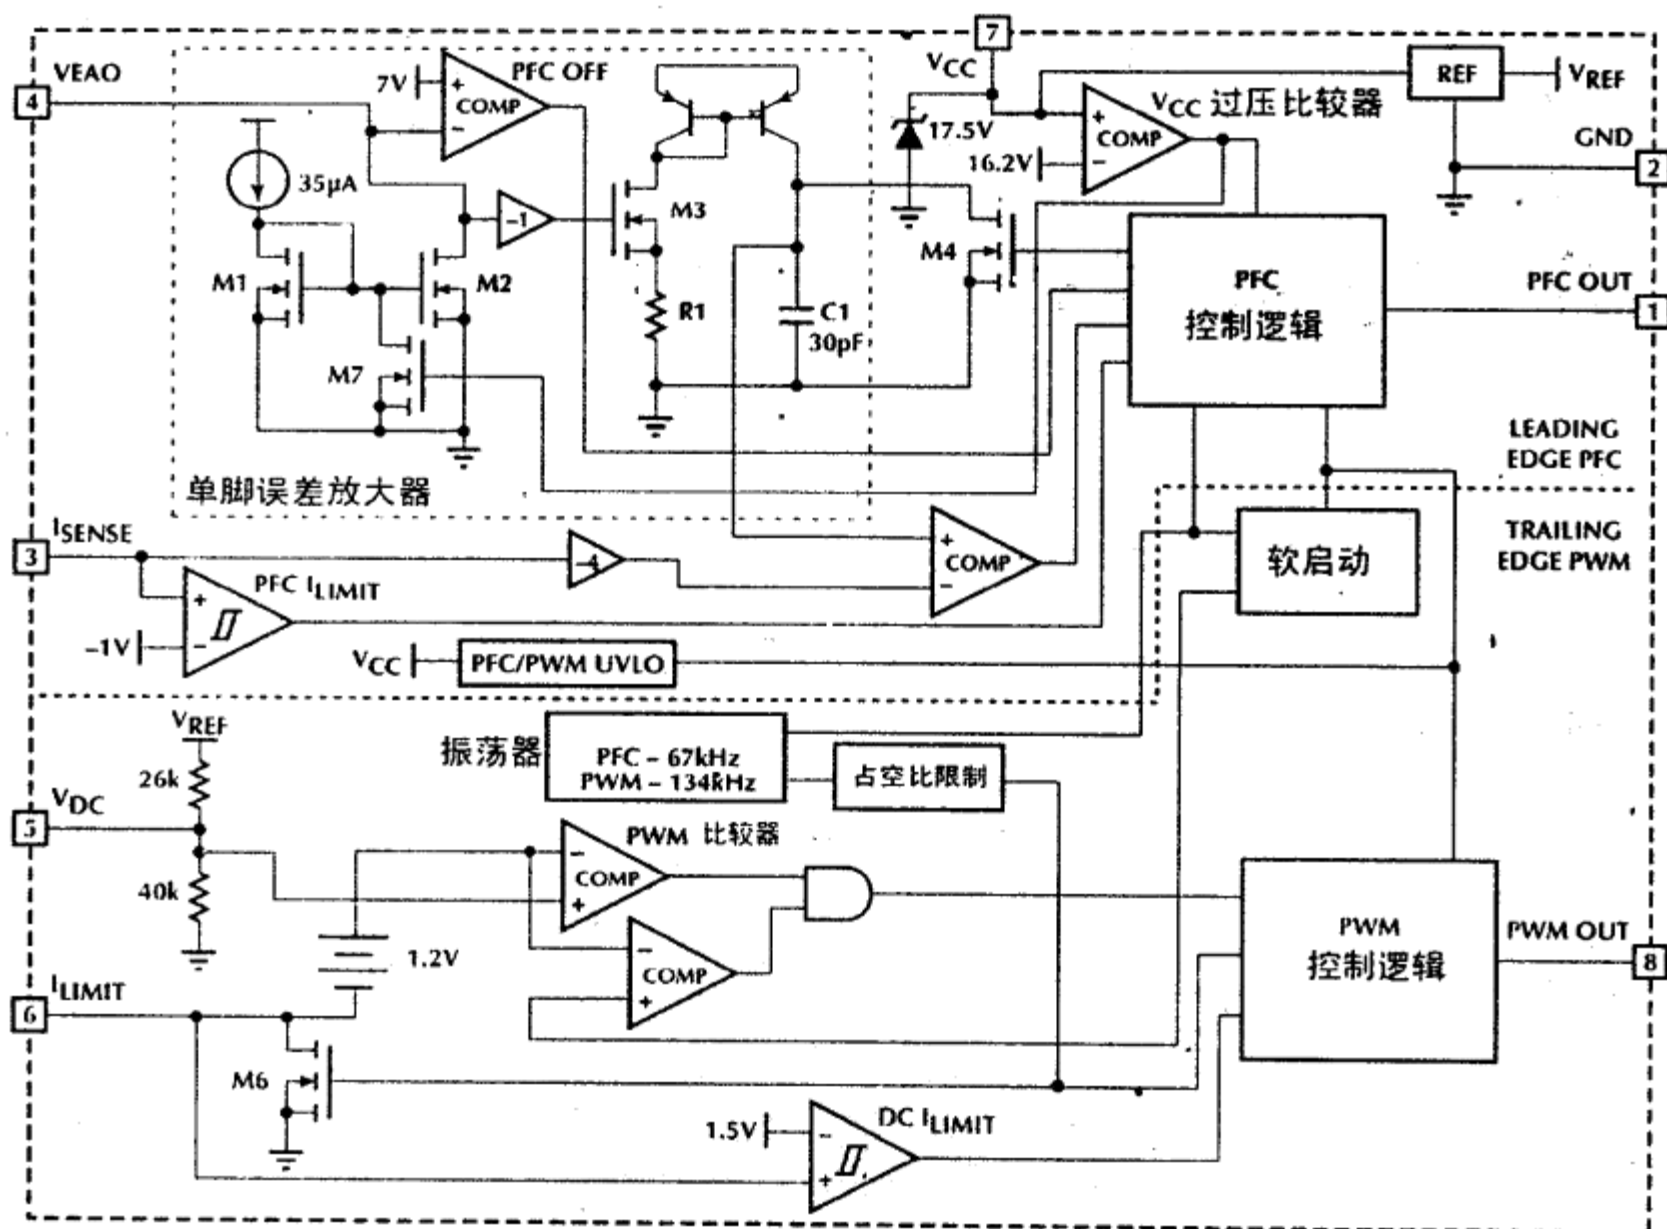
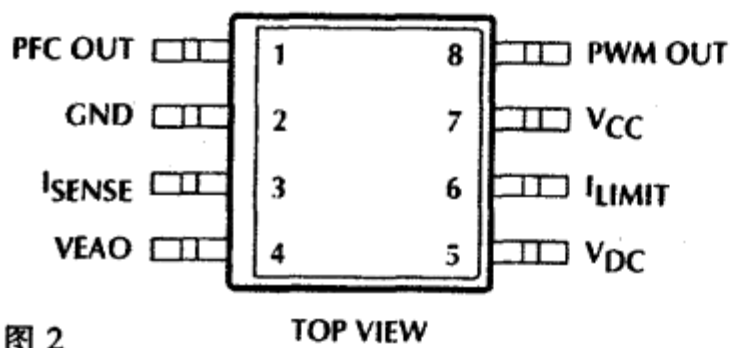
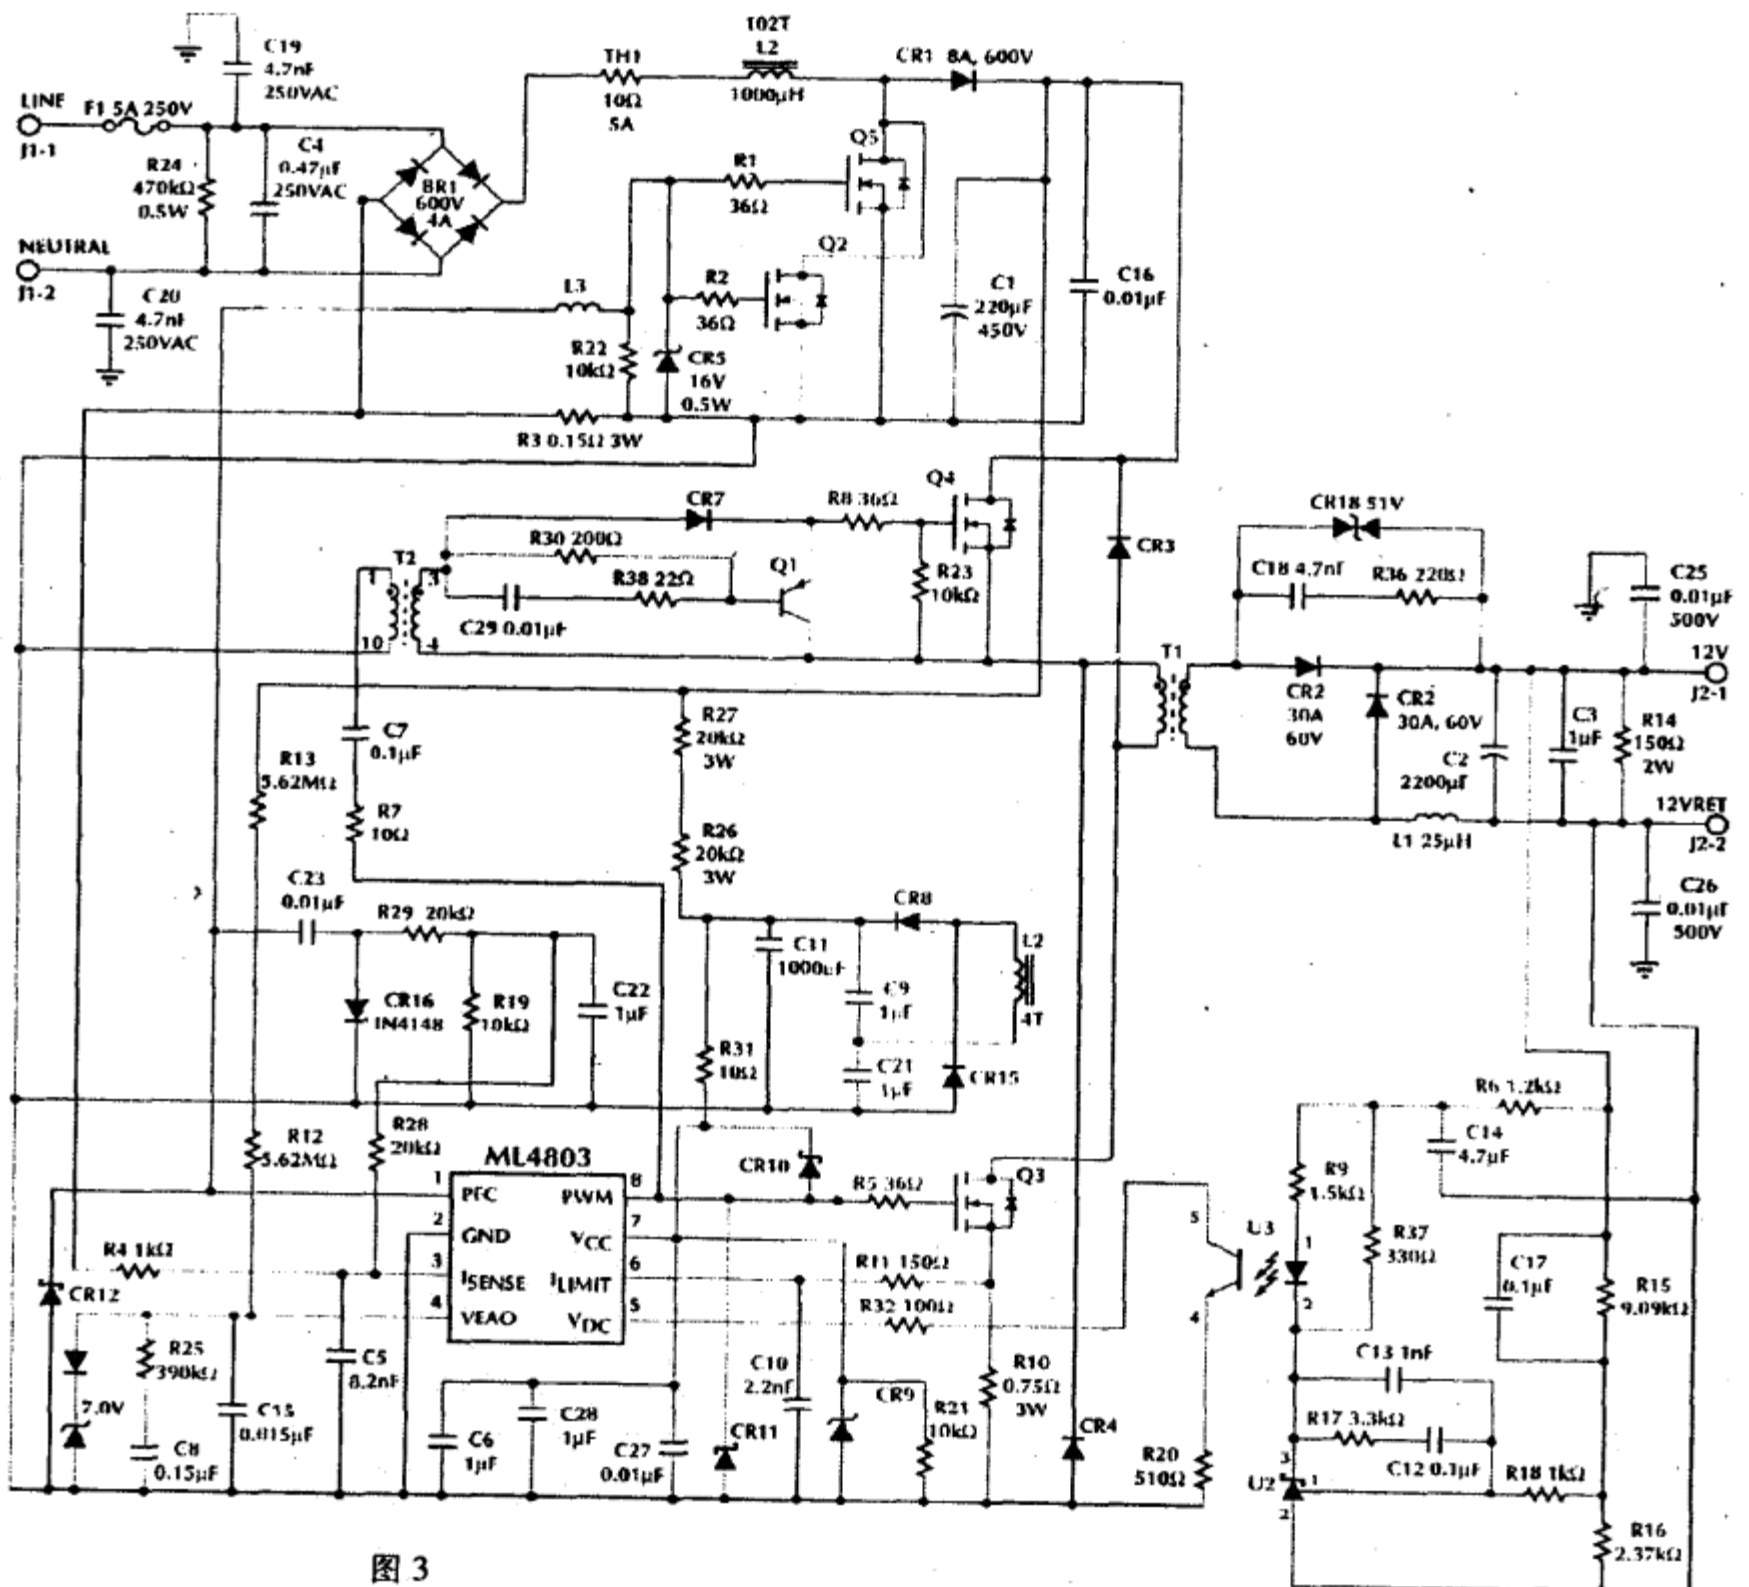

图 1
图 2
图 3
ML4803芯片是美国Micro Linear公司生产八引脚节省空间的功率因数校正器(PFC)与脉冲宽度调制(PWM)合为一体的控制器(其内部电路见图1所示)。可用于校正功率因数及控制开关稳压电源,它只需要很低的起动电流和运行电流。ML4803引脚功能如图2所示。图3为ML4803芯片在交流220V/240W输入12VDC输出的AC-DC通用变换器中的应用实例。
从图1内部电路结构上看,ML4803前端是一个平均电流模式升压功率因数校正控制器(PFC),后面是一个同步的脉冲宽度调制(PWM)控制器。它区别于早期的组合控制器就在于它的接脚数量少,有创新的输入电流成形技术,以及很低的启动和运行电流。
② ML4803引脚功能(图2所示为引脚功能)具体分析如下
\*VIC:该脚一般连接到输出电压反馈的光耦集电极上(见应用图3的U3)。它通过26kΩ的电阻器连到内部的5V参考电源上,并通过40kΩ电阻器连到GND上。
\*ILIMIT:该脚连接在初级的PWM电流传感电阻器或电流互感器上(见应用图3的T1)。它为PWM级(它发生在1.5V时)提供一脉冲的电流限制,并为PWM级的电流模式控制提供峰值电流模式反馈通路。电流斜波在内部偏移1.2V,然后和光耦反馈电压比较,以设定PWM的占空比。
\*PFC OUT和PWM OUT:PFC OUT和PWM OUT是高电流功率驱动器,能提供±1A峰值电流直接推动功率MOSFET的栅极(见应用图3的Q2与Q3)。这两种输出在Vcc低于低压锁定阈值电平时,都被保持在低电平。
\*Vcc:Vcc是IC的供电输入接口。Vcc的启动电流是150μA。无负荷Icc电流是2mA。Vcc静态电流包括IC偏置电流与PFC和PWM的输出电流。如果有了工作频率和MOSFET栅电荷量(Qg),就能计算出PFC和PWM的平均输出电流为Iout=Qg×F。还必须包括任何栅极驱动变换器所要求的平均磁化电流。Vcc接脚还被认为和PFC的输出电压成比例。在内部,它被连接到Vcc OVP比较器(16.2V)上,为PFC级提供廉价的高速过电压保护(OVP)。Vcc还在内部被连接到UVLO电路上,在12V时使IC工作,在9.1V时使它锁定并关闭。Vcc必须外接高质量的陶瓷旁路电容器并尽量靠近IC。良好的旁路对ML4803的正常运行是至关重要的。Vcc一般是通过升压电感器L2或PFC扼流圈L3上的附加线圈产生的(见应用图3所示),其电压和PFC输出电压成比例。由于Vcc OVP(图1所示)的最大电压是16.2V,有一个内分流器限制Vcc的超压在一个可接受的值上。也可以通过对外接一个[2×IN4148(二极管正向)与IN52468(稳压管反向)相串联]钳位电路,需要与否视实际情况而定。Vcc在内部锁定最小为16.7V,最大为18.3V。这就限制了最大提供给IC的Vcc,同时,允许Vcc高到足以使VccOVP跳闸。通过的最大齐纳电流为10mA。如果Vcc电压超过齐纳钳位电平,则需要外部的电阻,以便限制通过齐纳稳压管的电流。